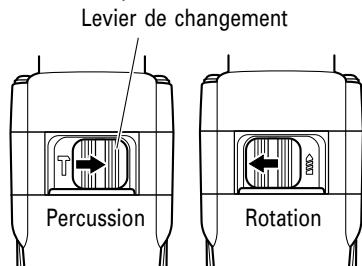

Fig. 8
**11. Changement de PERCUSSION à ROTATION (Fig. 8)**